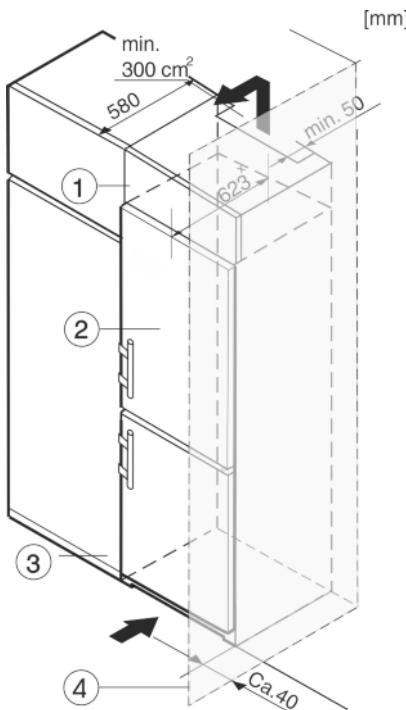

Fig. 12
(1) Дополнительный шкафчик
(2) Устройство
(3) Кухонный шкаф
(4) Стена
Устройство может быть окружено предметами кухонной обстановки. Чтобы уравнять устройство Fig. 12 (2) по высоте с кухонной стенкой, можно установить над устройством соответствующий дополнительный шкафчик Fig. 12 (1).
В комбинации с кухонными шкафами устройство можно устанавливать непосредственно рядом с кухонным шкафом Fig. 12 (3). Чтобы можно было полностью открыть двери, устройство должно выступать, как минимум, на 65 мм^x относительно передней стенки кухонного шкафа. В зависимости от глубины кухонных шкафов и использования пристенных распорок устройство может выступать и больше.
Если устройство установлено на шарнирах у стены Fig. 12 (4), то расстояние между устройством и стеной должно быть не менее 40 мм. Настолько выступает ручка при открытой дверце.